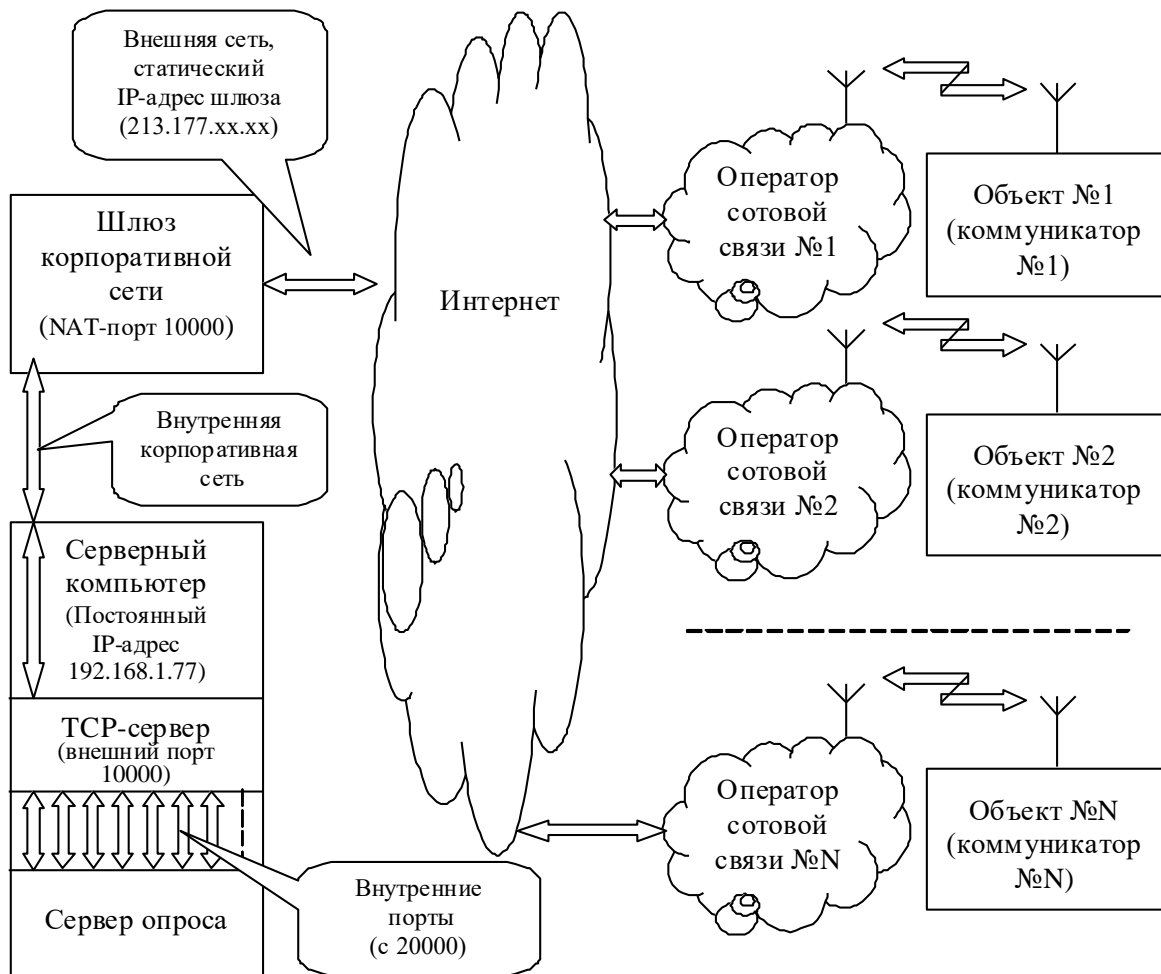

Рисунок 24 – Схема прозрачной коммуникационной среды
6.3.6 Для подключения к серверу (рисунок 24) в конфигурационные параметры всех коммуникаторов удаленных объектов (Объект №1...Объект №N) прописывается одно и то же: статический адрес шлюза (213.177.xx.xx) и порт 10000. Если при этом в коммуникаторах установлен флаг непрерывного автосоединения, то коммуникаторы автоматически будут подключаться к TCP-серверу и быть непрерывно готовы к обмену.